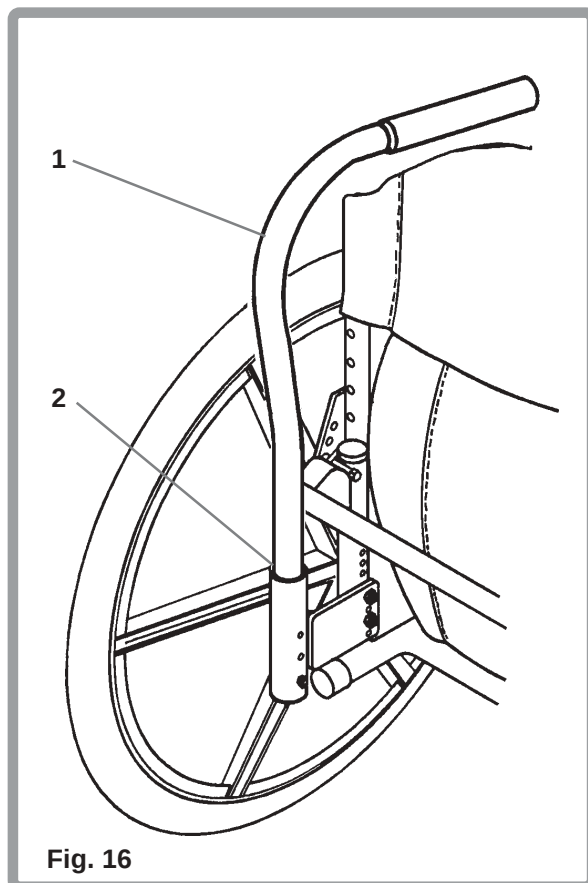

Fig. 16
Wegzwenkbare armsteunen kunnen verwijderd worden of wegdraaien, om het zijwaarts verplaatsen eenvoudiger te maken. Voor het verwijderen van de armsteun (1), trekt u deze omhoog totdat de armsteun vrij komt uit de geleider (2), zoals getoond in Fig. 16. Voor het weer monteren van de armsteun plaatst u deze in de geleider totdat u voelt dat de armsteun de bodem van de geleider raakt. Voor het draaien van de armsteun trekt u de armsteun ongeveer 25mm omhoog en draait u de armsteun van u weg. Voor het, in de normale positie, terug plaatsen van de armsteun, draait u de armsteun naar u toe totdat u voelt dat de armsteun iets naar beneden zakt en in positie vergrendelt.